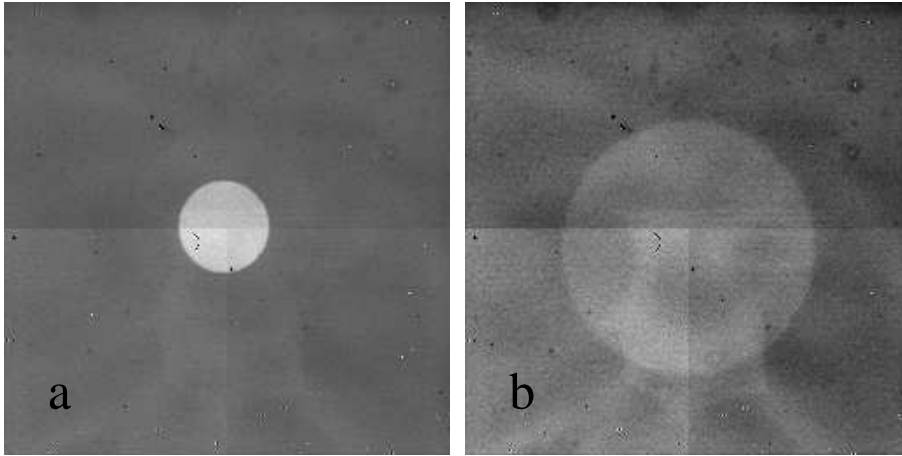

FIGURA 4.1: Imagen de la **Apertura chica** centrada en las cámaras $f/4.5$ (a) y $f/13.5$ (b).
3. Antes de mover cualquier elemento en orden de alinear, verifique la posición actual de la cámara. Para esto, en el menú de la rueda de rendijas seleccione la **Apertura chica** (ver sección 3.3.2 y Tabla 2.3). Coloque la rueda de rejillas en la posición **Espejo**. Coloque la rueda de filtros en el filtro **7 - K'**. Active el botón **Foco**, escriba 1 seg. en la ventana del tiempo de integración, 2 lecturas y un addup. Inicie exposiciones sucesivas presionando el botón **Expone**. Deberá observar un círculo iluminado en el centro del detector. El tamaño del círculo depende de la cámara en uso: ~ 40 pixeles con la cámara f/4.5 y ~ 128 pixeles con la cámara f/13.5 (ver Figura 4.1).
5. Si el círculo no estuviera bien centrado en la dirección Este-Oeste (izquierda-derecha, en la ventana de despliegue de la imagen de la interfaz de usuario) verifique la posición de la rueda de rendijas. Si la posición por omisión para la **Apertura chica** es correcta (posición 700), proceda a mover la posición de la rueda de rendijas (usando la ventana de edición del menú correspondiente) en pasos de 1 en 1 unidades. Si la cantidad que necesita mover la rueda de las rendijas es mayor que 5 unidades inicialice la rueda de rendijas (ver sección 3.3.3) y verifique nuevamente la posición de la imagen del círculo de la **Apertura chica** con exposiciones consecutivas. En la figura 4.1 se muestra cómo luce la imagen de la apertura chica cuando está centrada.